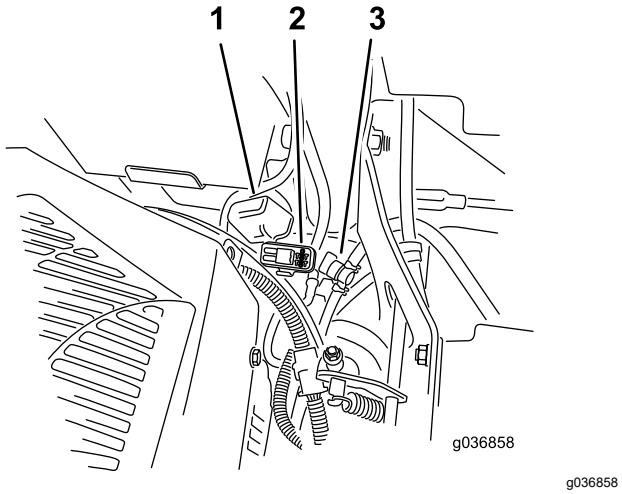

Рисунок 53
Примечание: На машинах с системой подвески MyRide проверьте, чтобы кабель заземления не мог теряться о продольный рычаг подвески или нижнее крепление амортизатора (Рисунок 53).
Предохранители расположены на правой консоли рядом с сиденьем (Рисунок 53).
- Установите новый предохранитель (Рисунок 53).